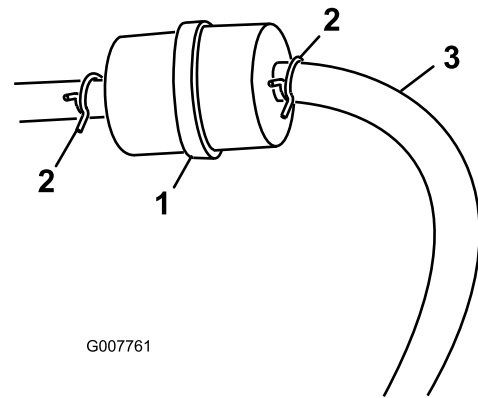

Figura 23
3. Apriete los extremos de las abrazaderas y deslícelas por el tubo alejándolas del filtro (Figura 23).
5. Instale un filtro nuevo y acerque las abrazaderas al filtro (Figura 23).
3. Afloje la abrazadera cerca del filtro de combustible y deslícela por el tubo, alejándola del filtro de combustible (Figura 23).
4. Desconecte el tubo de combustible del filtro de combustible (Figura 23).
**Nota:** Deje fluir el combustible a una lata de combustible o a un recipiente de vaciado (Figura 23).
5. Instale el tubo de combustible en el filtro de combustible. Acerque la abrazadera al filtro de combustible para fijar el tubo de combustible (Figura 23).